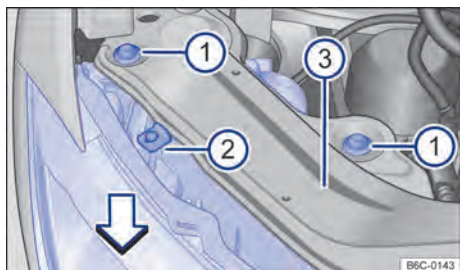

Fig. 180 En el compartimento del motor: tornillos de fijación del faro delantero.
- Quitar los tornillos de fijación → fig. 180 ❶ con ayuda de una llave torx.
- Mover el faro hacia delante, en la dirección de la flecha → fig. 180, hasta que los dos clics de la parte inferior se desacoplen y permitan retirar el faro.
- Desencajar el conector de alimentación para retirar por completo el faro → ❶.
- Volver a colocar el faro con cuidado hasta que los dos clips inferiores encajen y el tope superior → fig. 180 ❷ apoye en el soporte del faro ❸.
- Volver a colocar los tornillos de fijación ❶ en la carcasa del faro.
- Presionar el faro contra el tope central superior ❷ y apretar los tornillos ❶ con la llave torx.